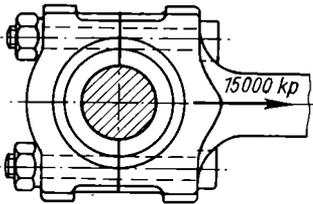

Bild 32
61. Der geteilte Kopf einer Schubstange aus St 60 (Bild 32) ist durch zwei Verbindungsschrauben geschlossen. Stangenkraft 15000 kp . Der Schraubendurchmesser ist zu berechnen. Zulässige Zugspannung 600 kp/cm^2 .